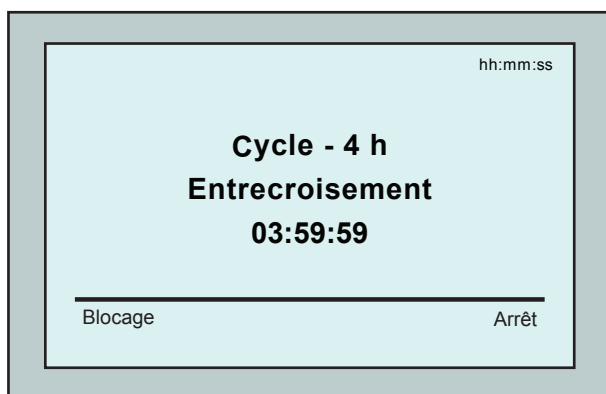

Figure 4 : Écran de *compte à rebours* pour une session de 4 heures
Le robot commence son cycle nettoyage et l'interface MMI visualise l'écran de *Compte à rebours* (Figure 4) :
De l'écran de *compte à rebours*, appuyez sur **Blocage** (Figure 4).
1. À l'écran de *compte à rebours* (Figure 4), appuyez sur **Arrêt**. L'écran du pupitre MMI affiche le message : « Robot en cours d'arrêt. Veuillez patienter ». Au bout de 5 secondes, l'écran *Arrêt manuel* apparaît (Figure 5).